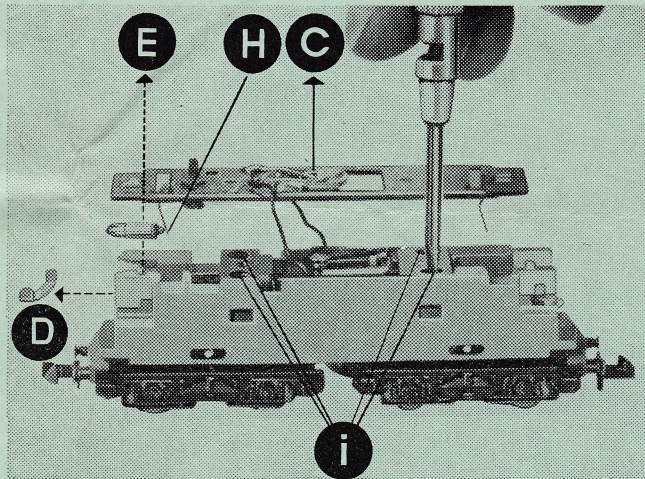
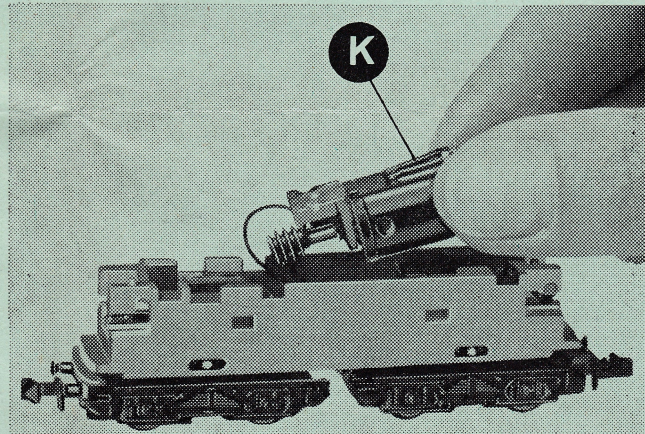
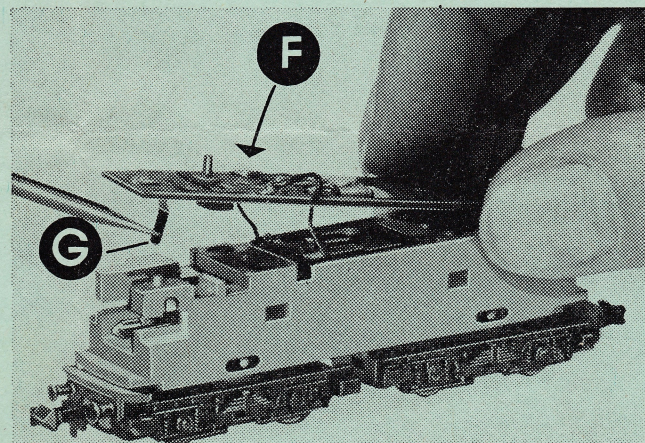

Abb. 3
Abb. 4
Abb. 6
4 Schrauben I lösen (Abb. 3) und Motor K samt Halterung nach oben herausziehen (Abb. 4). Haltewinkel können ggf. abgezogen bzw. abgeschraubt werden. Beim Wiedereinsetzen darauf achten, daß Schnecken richtig in Zahnräder der Drehgestelle eingreifen.
Schaltungsplatte C nach oben abheben (Abb. 3), Federklammer D seitlich abziehen, Lämpchen E kann dann nach oben herausgenommen werden. Beim Wiedereinsetzen darauf achten, daß Schaltungsplatte (Abb. 6) erst einseitig eingesetzt und dann erst vollständig heruntergedrückt wird (F). Dabei Kontaktfeder G leicht zurückdrücken, damit G richtig am Löt-nippel der Lampe anliegt (H in Abb. 3).